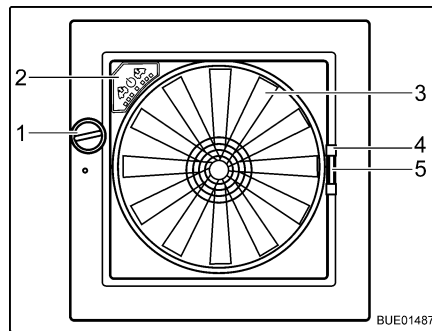

Fig. 85 Oblò Omni-Vent
- Ruotare la manopola (Fig. 85,1), finché non si raggiunge l'angolo di apertura desiderato.
- Ruotare la manopola (Fig. 85,1), finché l'oblò non è completamente chiuso.
- Tirare la protezione contro gli insetti per la maniglia (Fig. 85,4) verso il lato opposto del telaio.
- Serrare la maniglia (Fig. 85,5) dell'oscurante.
Se l'oblò è aperto, l'abitacolo può essere ventilato e sfiato con il ventilatore a 6 stadi (Fig. 85,3). Il ventilatore si controlla dal quadro di comando (Fig. 85,2).